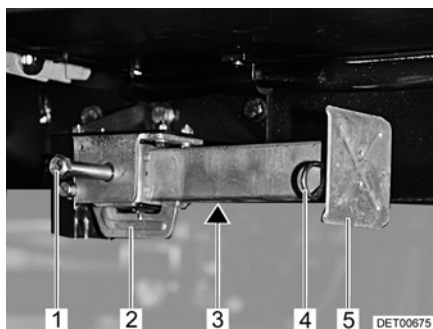

Bild 15 Stödben
- Placera hylsnyckeln på sexkanten (Bild 15,1) och vrid runt den tills stödbenet står rakt neråt.
- När längden på stödbenet kan justeras, dras sprinten (Bild 15,4) ut ur stödbenets förlängning (Bild 15,5).
- Placera hylsnyckeln på sexkanten (Bild 15,1) och vrid runt den tills stödbenet inte längre sitter mot marken.
- Skjut in stödbensförlängningen (Bild 15,5) helt och sätt in sprinten (Bild 15,4) i borrhålet på stödbensförlängningen.
- Vrid sexkanten (Bild 15,1) tills stödbenet svängs uppåt och spåret (Bild 15,2) är helt vid slutet av skåran (Bild 15,3).